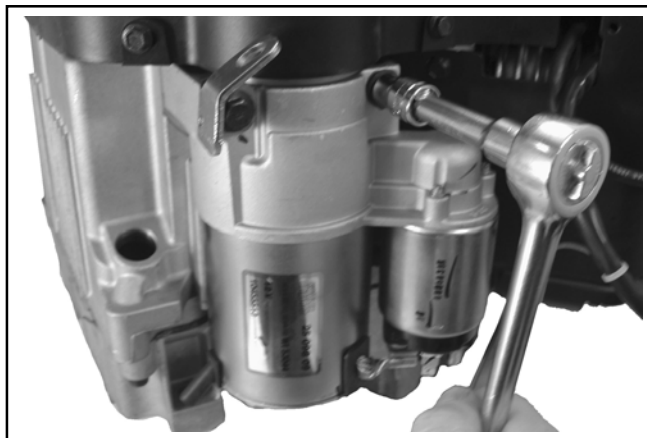

Figura 9-19. Rimozione del motorino di avviamento elettrico.
2. Rimuovere le due viti esagonali. Vedere Figura 9-19.